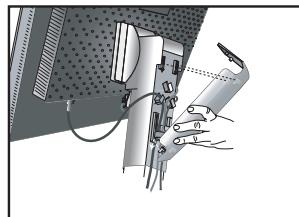

Figure 7
6. Maintenez tous les câbles fortement et placez la gaine de câble dans le support (Figure 7).